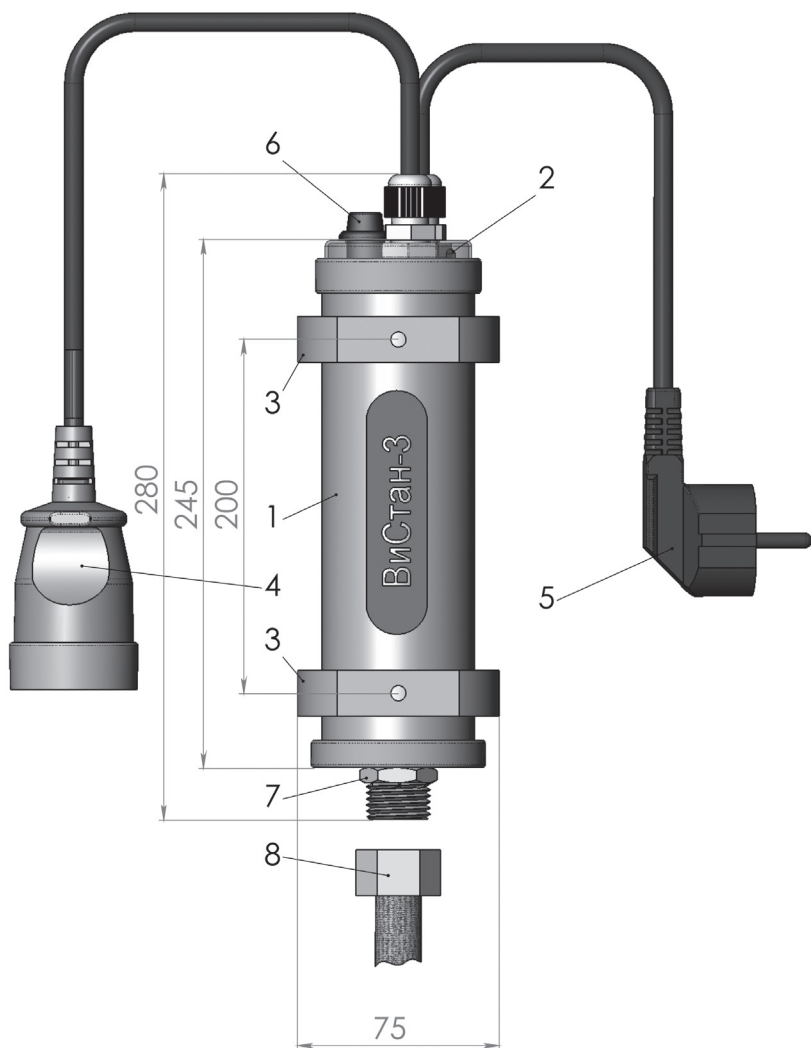
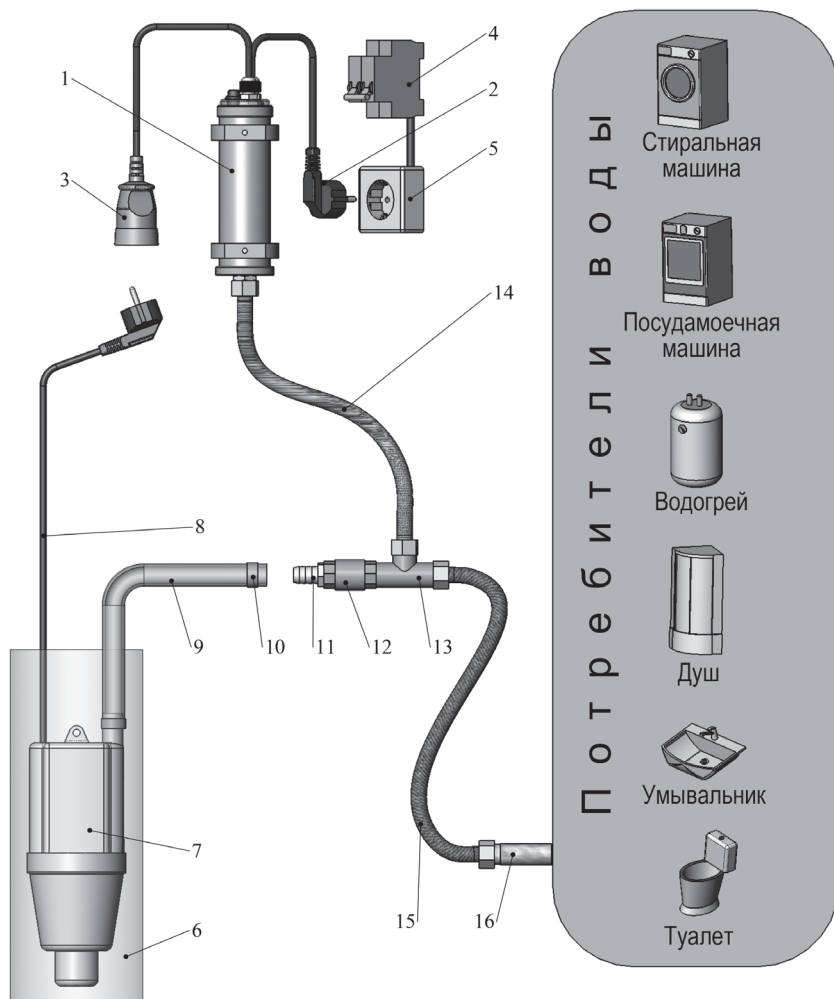

Рис. 1
Рис. 2
2.2 Габаритно установочные размеры «ВиСтан- 3» приведены на Рис. 1, а схема подключения Станции «Автолей» - на Рис. 2.
4.1. Подключать Станцию «Автолей» к электросети необходимо через автоматический выключатель (дифференциальный автоматический выключатель) на ток 6А (см. рис. 2 п. 4).
5.5. Закрепить «**ВиСтан 3**» (см. рис.1) при помощи двух хомутов (входят в комплект поставки) с таким расчетом, чтобы расстояние до точек подключения (сетевой розетки и трубопровода) было не больше длины сетевых шнуров прибора и гибких подводок. На рис. 2. приведены рекомендуемая схема подключения Станции «Автолей» и рекомендуемый состав арматуры при организации водопровода с использованием армированного шланга.
5.6. Собрать соединительный узел из клапана обратного 12, тройника 13, штуцера 11 согласно рис. 2. Все соединительные резьбы ½ дюйма. Для правильной установки на корпусе обратного клапана нанесена стрелка, указывающая направление движения воды (от Насоса к потребителям).